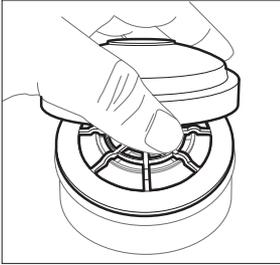

Figura 4
- c. Encaixe o conjunto do filtro no cartucho. (Figura 4).